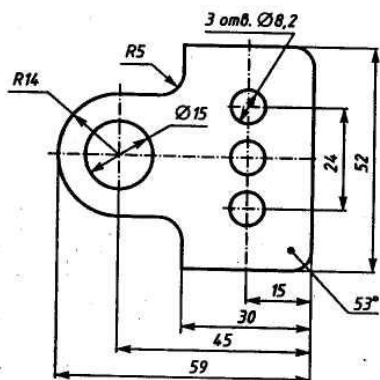

Рис. 49
10. По команде Удалить ⇨ Вспомогательные кривые и точки на панели управления удаляем вспомогательные прямые на эскизе. Проставляем размеры на эскизе, эскиз подвески готов (см. рис. 49).